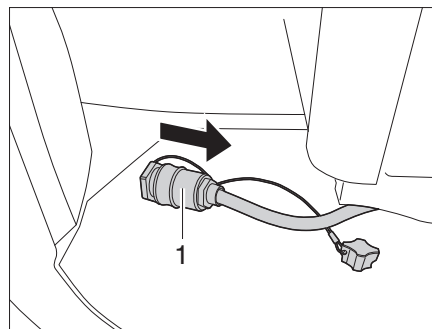

Figure 54 Débrancher l'alimentation électrique
- Débrancher l'alimentation électrique (Figure 54,1).